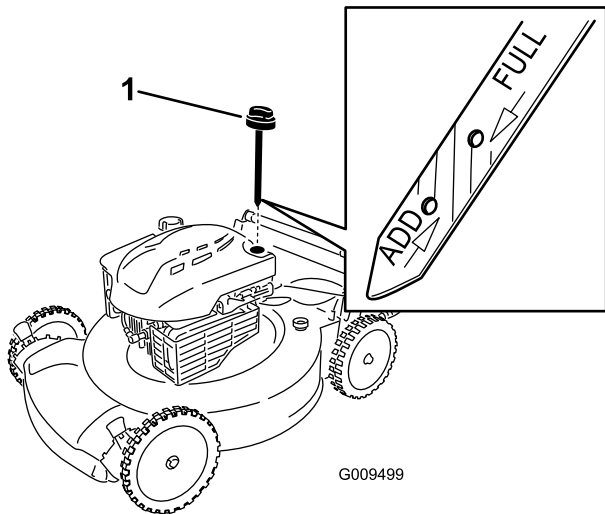

Рисунок 4
1. Извлеките масломерный щуп (Рисунок 4).
2. **Медленно** заливайте масло в маслозаливной патрубок до тех пор, пока уровень масла не достигнет отметки **Full (ЗАПОЛНЕНО)** на масломерном щупе (Рисунок 4). **Не допускайте переполнения картера.** Макс. объем масла: 0,59 л, тип: автомобильное моющее масло (SAE 30), имеющее классификацию API: SF, SG, SH, SJ, SL и выше.